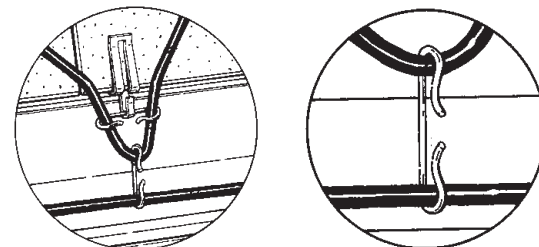

Figura 19. Sujete las pinzas a los canales
- Corra el cable por el canalón siguiendo la línea del cable del techo. Utilice un espaciador para sujetar el cable del canalón al final de cada bucle de caída que haya formado. Véase a la Figura 19. Mantenga el cable del canalón tenso y alejado del fondo del canalón para evitar la pérdida de calor.